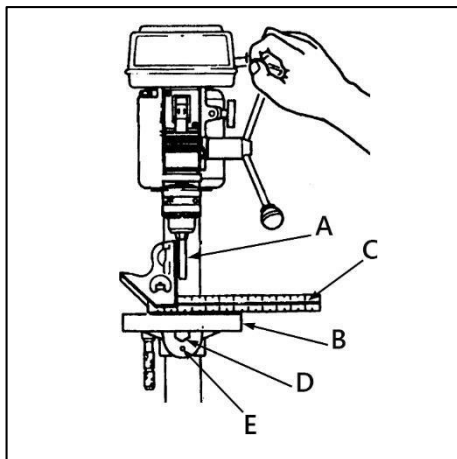

Рисунок 14
Чтобы использовать рабочий стол в наклонном положении, ослабьте установочный винт (Е) (рис. 14) и фиксирующий болт (D) при помощи соответствующего ключа. Наклоните стол на желаемый угол, затяните фиксирующий болт и установочный винт.